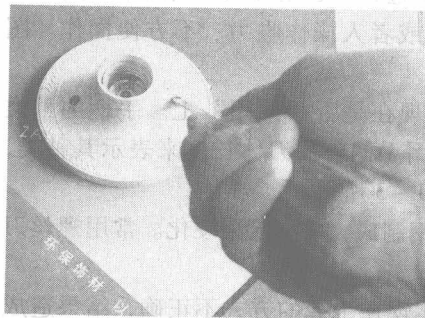
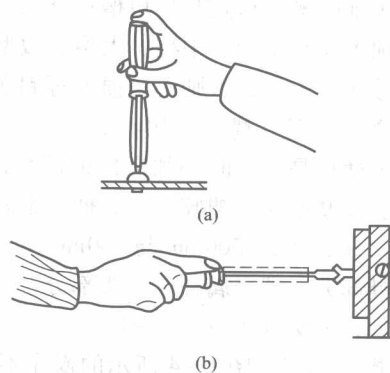

图 1-4 螺丝刀操作不当
图 1-5 螺丝刀的正确操作图
(2) 禁忌操作不当。图 1-4 所示的操作不当现象，主要体现在手握的方式不正确，结果造成“费力不讨好”。螺丝刀操作的基本要领是：右手掌心顶紧螺丝刀旋柄，然后拇指、食指、中指配合旋转螺丝刀手柄杆，一般往右为拧紧，往左为拧松。不过，有的电动设备刚好相反。对于小型的
螺钉，可以用食指顶住手柄，再利用拇指、中指配合用力即可。操作时，手应触及手柄。图 1-4，虽是错误的操作方法，但螺丝刀与螺钉的大小型号匹配。图 1-5 所示为螺丝刀的正确操作图。